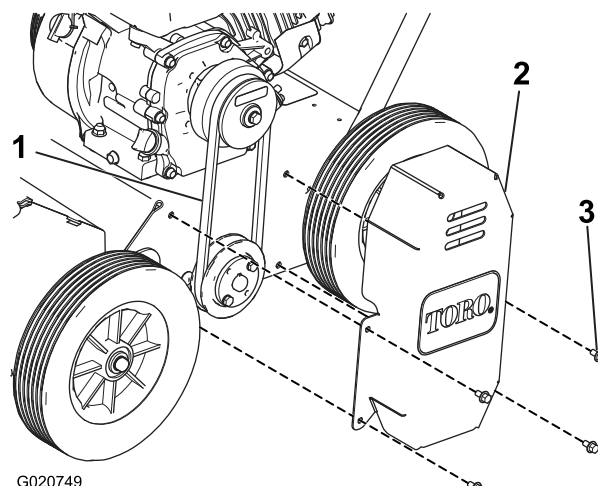

Figure 21
2. Retirez les 4 boulons qui fixent le couvercle de la courroie sur le côté gauche de la machine, et déposez le couvercle (Figure 21).
3. Contrôlez la tension de la courroie (Figure 21).